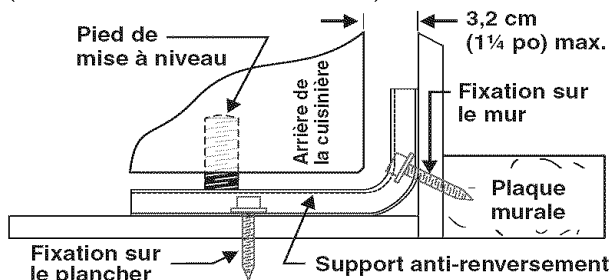

Fig. 24
1. **Installez le support à l'aide du gabarit** - (Le support peut être installé sur le côté gauche ou sur le côté droit de la cuisinière. Reportez-vous aux figures 24 à 26 pour l'installation du support si aucun gabarit n'est fourni.) Faites une marque sur le plancher ou sur le mur à l'endroit où le côté gauche ou le côté droit de l'appareil se trouvera. Si l'arrière de la cuisinière repose contre le mur ou se trouve à moins de 3,2 cm (1¼ po) de celui-ci une fois installée, vous pouvez utiliser la méthode de montage sur le plancher ou sur le mur. S'il y a une moulure et que celle-ci empêche d'appuyer complètement le support contre le mur, enlevez-la ou montez le support sur le plancher. Pour effectuer le montage sur le mur (Fig. 24), installez le support en plaçant le bord arrière du gabarit contre le mur qui se trouve à l'arrière de la cuisinière et le bord latéral du gabarit sur la marque servant de repère pour l'emplacement du côté de la cuisinière. Placez le support sur le dessus du gabarit et faites des marques sur le mur pour indiquer à quel endroit seront insérées les vis. Si l'arrière de la cuisinière se trouve à plus de 3,2 cm (1¼ po) du mur lorsqu'elle est installée, fixez le support au plancher. Pour effectuer le montage sur le plancher (Fig. 24 ou 25), installez le support en plaçant le bord arrière du gabarit à l'endroit où l'arrière de la cuisinière se trouvera. Marquez les endroits où les vis seront enfoncées, tel qu'illustré sur le gabarit.